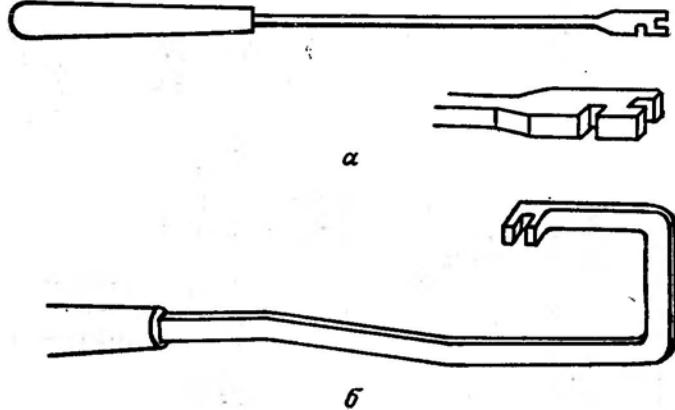

Рис. 15. Крепейзен:
9. Крепейзены для изгибаания проволоки и металлических ложечек (рис. 15).